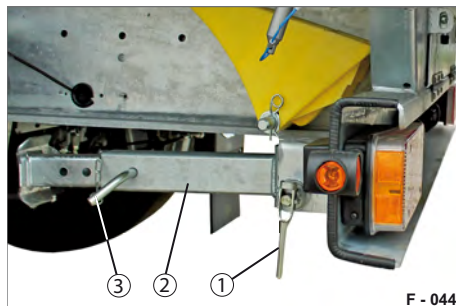

Abb. 67 Fahrstellung
- ▶ Prüfen Sie vor Fahrtantritt, dass beide Klappstützen sich in Fahrstellung befinden (siehe Abb. 67).